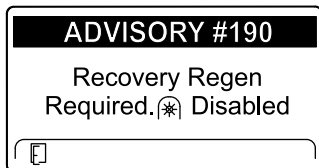

Figure 56
- ADVISORY #190 (avis n° 190), demande de régénération d'urgence – prise de force désactivée, affiché (Figure 56)